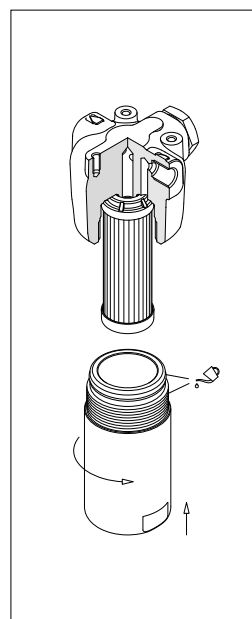

fig. 5
- (Fig. 5) Lubrificare il filetto e l'O-ring del contenitore, quindi avvitare il contenitore facendo riferimento alla tabella delle coppie di serraggio al paragrafo 3